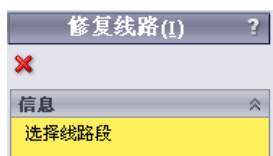
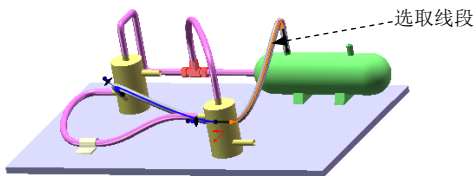

图 11.10.18 “修复线路”对话框
图 11.10.19 修复线段
Step6. 修复线路。选择 **管筒设计** 功能选项卡中的  **修复线路(I)** 命令，系统弹出图 11.10.18 所示的“修复线路”对话框；选取图 11.10.19 所示的线段作为修复线段；在选择修复线段后，系统以黄色的线段来显示修复后的线路，并且单击鼠标的右键可以更改修复后的线段，确定合适的线路路径；单击左键则确定修复后的线段。